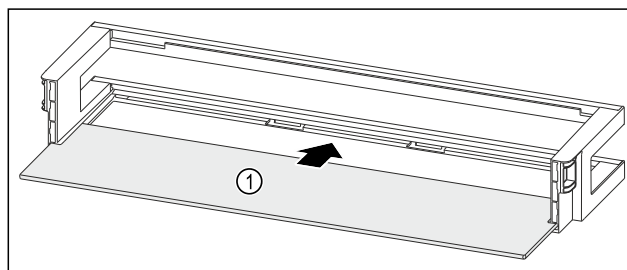

Fig. 66 Oviteline säilytyshyllyn kanssa
- ▶ Työnnä säilytyshylly Fig. 66 (1) sivuilla oleviin koloihin.